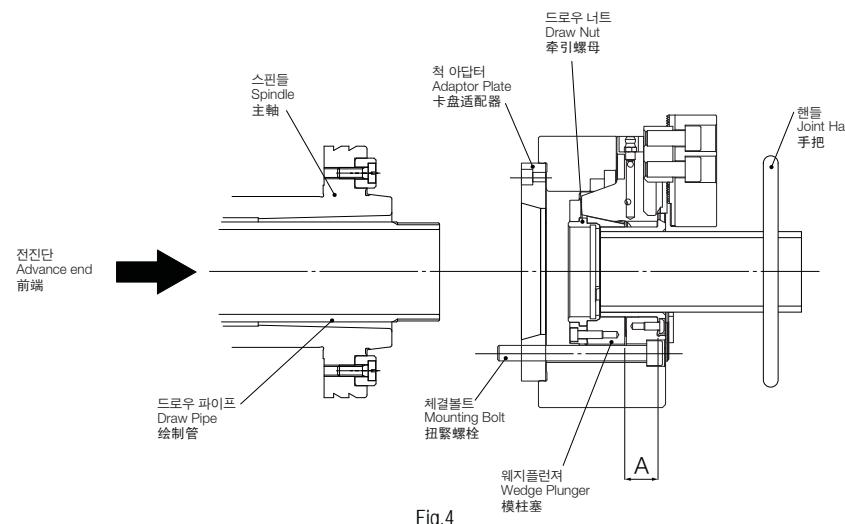

Fig.4
체의 소프트 조와 커버를 떼어내고 척 핸들을 척의 중심 구멍에 삽입하여 드로우 너트를 회전시키면서 드로우 파이프를 연결하여 주십시오.(Fig.4)
(3) 将卡盘连接到拉制管上. 卸下卡盘的软钢卡爪(soft jaw)及其盖, 将卡盘板手插入卡盘中心孔, 转动拉制螺母, 连接拉制管. (Fig. 4) 当连接拉制螺母和拉制管时, 如果不能自然地连接, 请检查一下螺丝部分. 如果不合理地硬连接, 会造成烧结从而导致部件损坏.
(5) 마스터조의 위치를 조절합니다. 실린더 전진단에서 마스터조의 적정위치는 커버 부착면에서 부터의 치수 A가 아래표가 되는 위치입니다.(Fig.4)
(5) 调节卡爪座的位置。从油缸前面的卡爪座的合适的位置是, 从盖的安装面开始的尺寸A应为下表的位置。(Fig. 4)